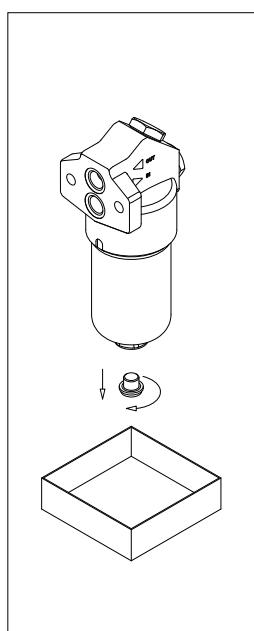

fig. 13
- (Fig. 13) Dove presente, svitare il tappo di drenaggio predisponendo un recipiente per la raccolta del fluido di lavoro